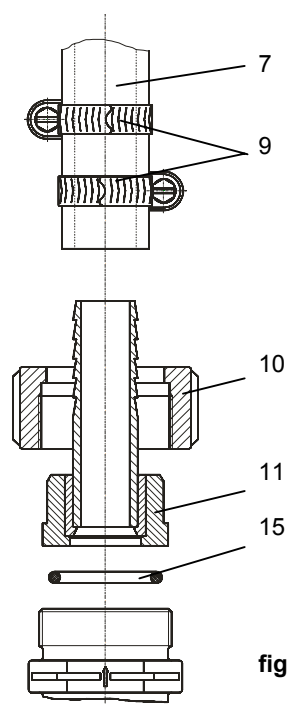

fig. 4-9
4.3.1 Conexión de la aspiración y la impulsión con espigas para tubo flexible (fig. 4-9)